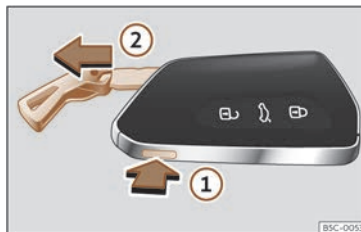

Fig. 79 Clé du véhicule : retirer le panneton.
- Appuyez sur le bouton >>> **fig. 79 ①** pour faire sortir l'anneau comme un porte-clés et pouvoir retirer le panneton ②. Si vous appuyez légèrement sur l'anneau, il restera fixe comme un porte-clés.
- Appuyez sur le bouton >>> **fig. 79 ①** pour déverrouiller. Maintenez le bouton enfoncé ① tout en tirant sur l'œillet dans le sens de la flèche >>> **fig. 79 ②** pour extraire entièrement le panneton.